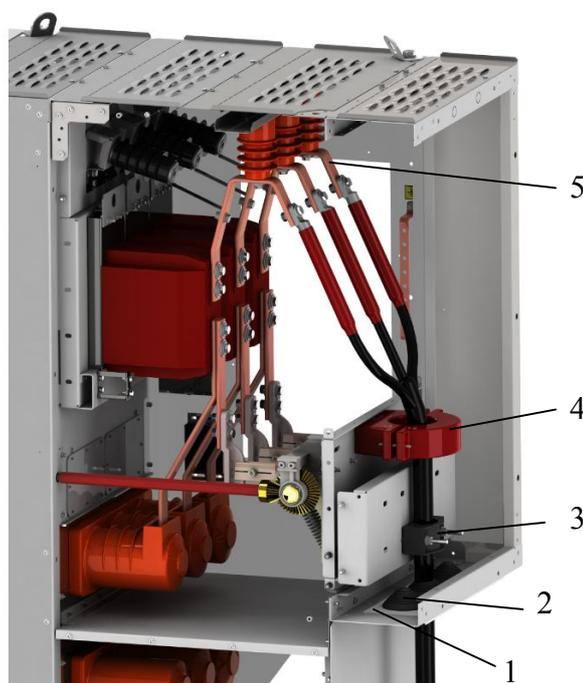

Рис. 30 Монтаж кабеля в отсеке кабельных присоединений
2.5.2.9 Подключение кабеля внутри отсека кабельных присоединений (рис. 30):